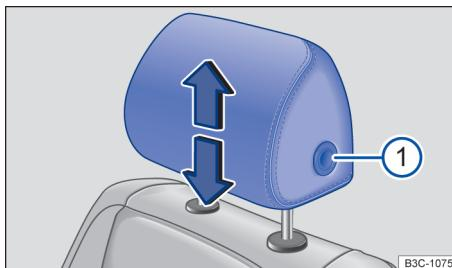

Fig. 81 Apoio para cabeça dianteiro: ajustar.
- Deslocar o apoio para cabeça para cima ou para baixo no sentido da seta correspondente; caso necessário, pressione ao mesmo tempo o botão → Fig. 81 ① →  em *Introdução ao tema* na página 94.